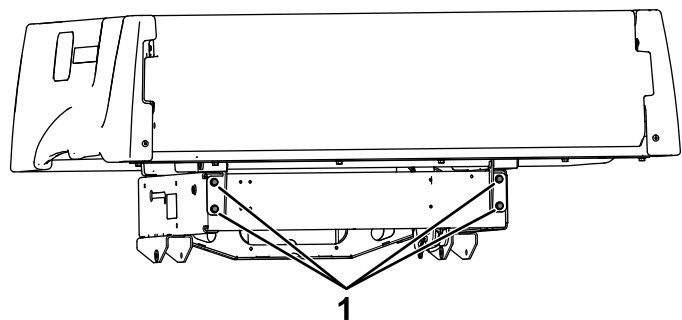

Figura 16
4. Si la plataforma de carga no entra en contacto con las almohadillas de espuma en ambos lugares, afloje los 4 pernos de pivote de la plataforma de carga (Figura 16).